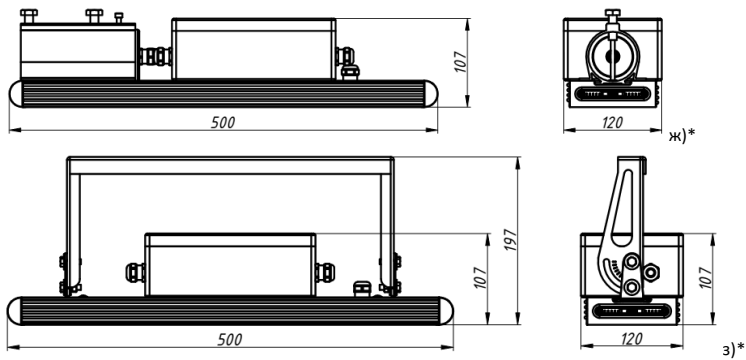
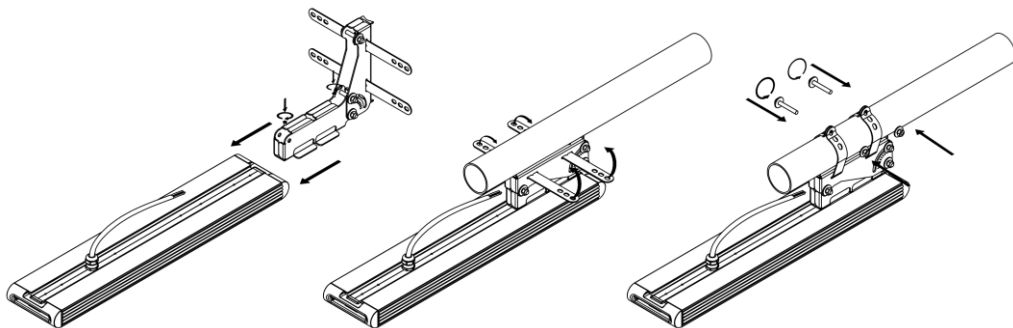

Рисунок 5 — Варианты крепления светильника Element БАП (на примере корпуса 0,5х1):
Рисунок 6 — Установка крепления Консоль с регулировкой (на примере Element 0,5x1).
3.3. На задней части светильника конструкцией предусмотрена установка системы крепления (см. рисунок 5). В зависимости от варианта установки светильника существует 8 типов крепления:
5.4.2. Распакуйте крепление и установите на светильнике (см рисунок 6). Заведите крепление в паз на корпусе светильника. Для фиксации крепления на корпусе светильника имеются 2 отверстия. Совместите отверстия на креплении с отверстиями на корпусе. Шаг между винтами на креплении должен совпасть с шагом между винтами на корпусе. Вкрутите два винта М5, идущих в комплекте для фиксации крепления на корпусе светильника.
5.4.4. Обогните два хомута вокруг трубы (см. рисунок 6). Труба не должна упираться в гермоввод на корпусе светильника.
5.6.1. Распакуйте крепление и установите на светильнике (см рисунок 6). Заведите крепление в паз на корпусе светильника. Для фиксации крепления на корпусе светильника имеются 2 отверстия. Совместите отверстия на креплении с отверстиями на корпусе. Шаг между винтами на креплении должен совпасть с шагом между винтами на корпусе. Крепление должно встать симметрично поперечной оси светильника. Вкрутите два винта М5, идущих в комплекте для фиксации крепления на корпусе светильника (см. рисунок 5, б).
5.6.3. Подготовьте поверхность, разметьте места крепления под скобу, согласно расположению отверстий на скобе (см. рисунок 5, б), просверлите отверстия на монтажной поверхности.
5.8.1. Распакуйте крепление и установите на светильнике (см рисунок 5, г). Заведите крепление в паз на корпусе светильника. Для фиксации крепления на корпусе светильника имеются 2 отверстия. Совместите отверстия на креплении с отверстиями на корпусе. Шаг между винтами на креплении должен совпасть с шагом между винтами на корпусе. Вкрутите два винта М5, идущих в комплекте для фиксации крепления на корпусе светильника. Крепление должно встать симметрично поперечной оси светильника.
5.8.3. Подготовьте поверхность, разметьте места крепления под кронштейн, согласно расположению отверстий на ответной части кронштейна (см. рисунок 5, г), просверлите отверстия.
5.8.4. Закрепите светильник при помощи болтов/винтов на поверхности. С помощью поворотного кронштейна выставите нужный угол поворота светильника (см. рисунок 6). Затяните болты.
5.9.1. Распакуйте крепление и установите на светильнике (см рисунок 5, д). Заведите крепление в паз на корпусе светильника. Для фиксации крепления на корпусе светильника имеются 4 отверстия. Совместите отверстия на креплении с отверстиями на
5.10.1. Распакуйте крепление и установите на светильнике (см рисунок 8). Заведите крепление в паз на корпусе светильника. Для фиксации крепления на корпусе светильника имеются 4 отверстия. Совместите отверстия на креплении с отверстиями на корпусе. Шаг между винтами на креплении должен совпасть с шагом между винтами на корпусе. Вкрутите четыре винта M5, идущих в комплекте для фиксации крепления на корпусе светильника. Крепление должно встать симметрично поперечной оси светильника (см рисунок 5, е)